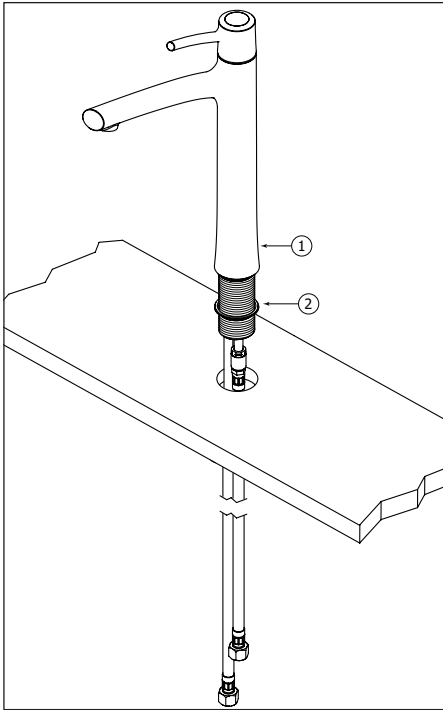

Fig.1
Place the rubber ring (2) against the faucet body. Insert the faucet (1) into the hole (Ø 1-3/8") of the basin or countertop as shown (fig. 1).
Placer la bague en caoutchouc (2) contre le bec. Insérer le robinet (1) dans le trou (Ø 1-3/8") du lavabo ou du comptoir tel qu'illustré (Fig. 1).